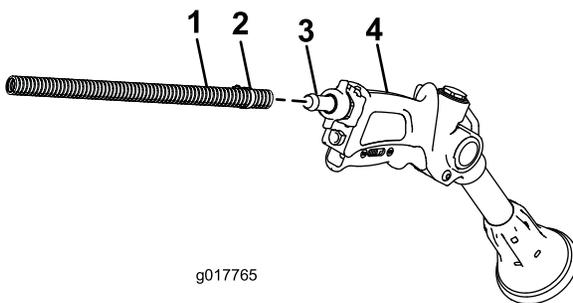

Bild 14
2. Schließen Sie das freie Ende des langen Schlauches am Anschlussstück an der Spritzpistole an (Bild 14).